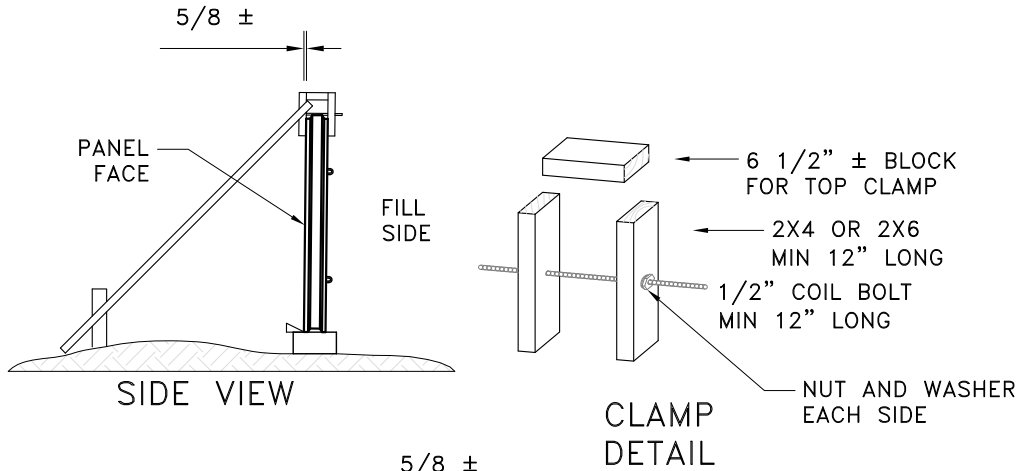

FIGURE 4
K) THE NEXT LIFTS OF BACKFILL ARE THEN PLACED. FILL AND COMPACT UP TO THE TOP OF THE SMALLER PANEL AS SHOWN IN FIGURE 4. OVERLAPPING MESH REQUIRES A MINIMUM OF 3" OF FILL BETWEEN LAYERS. COMPACTION TESTS SHOULD NOT BE TAKEN WITHIN 3 FEET OF THE PANELS.